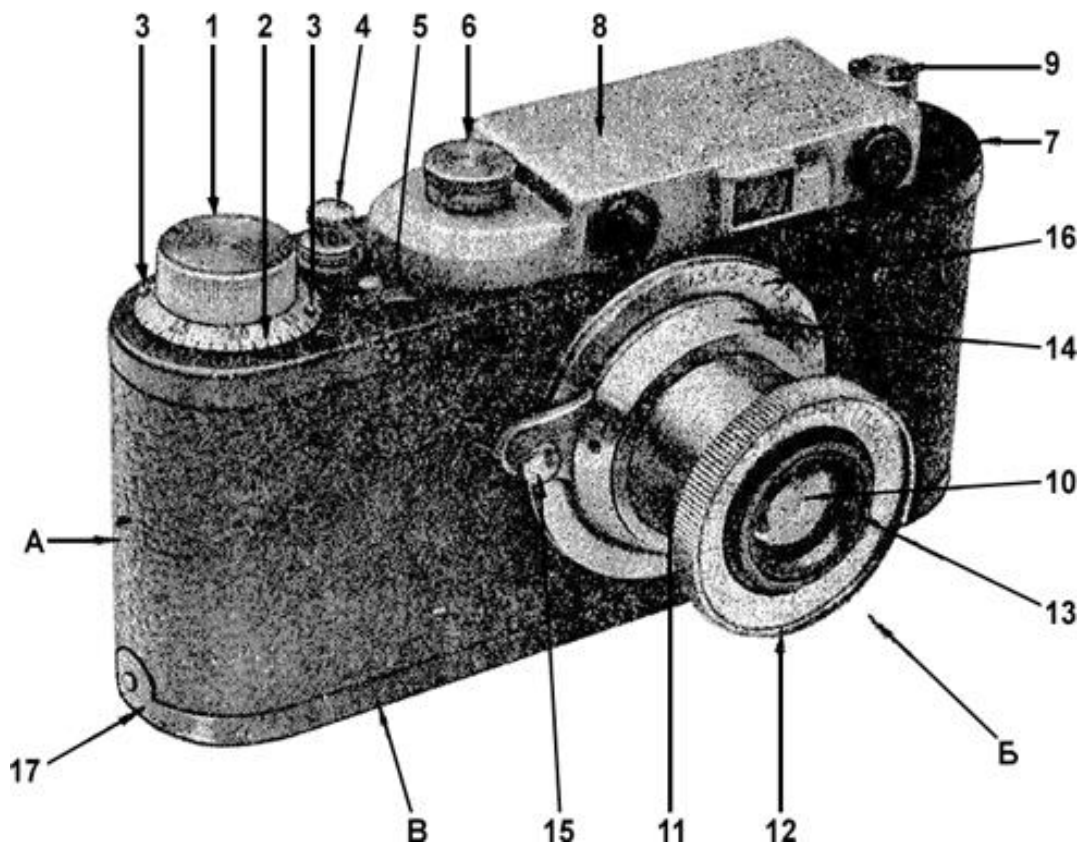
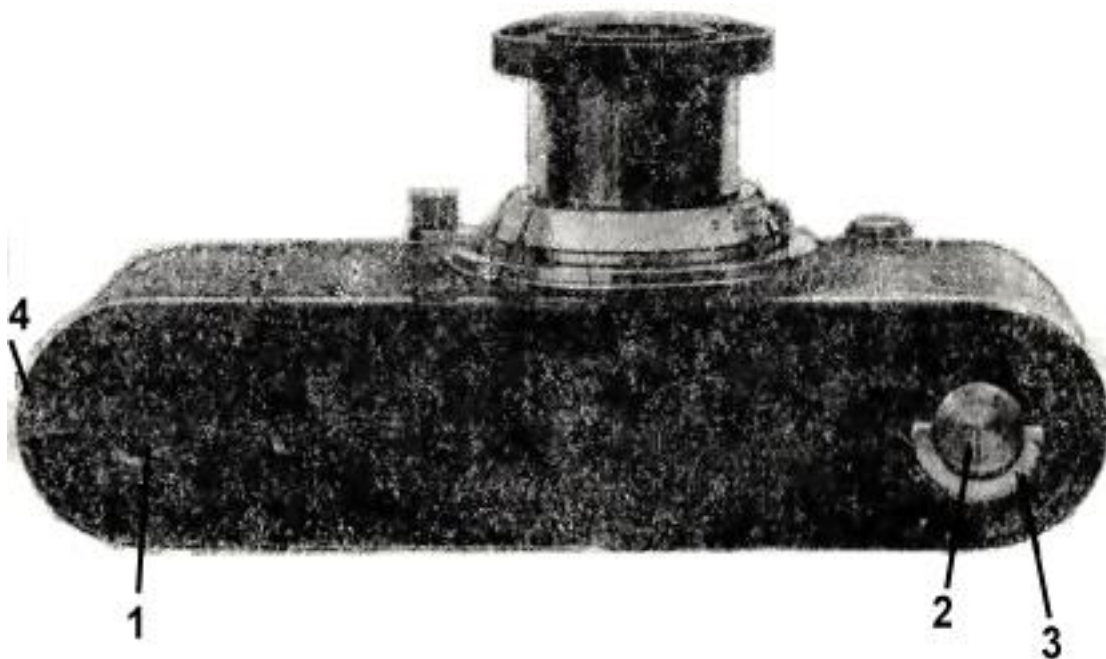

Рис. 2
Рис. 4
*Аппарат* (рис. 2) состоит из корпуса А, объектива Б, нижней съемной крышки В и верхней крышки Г с расположенными на ней: заводной головкой (1), диском счетчика (2), с укрепленными на нем столбиками (3), спусковой кнопкой (4), рычагам обратной перемотки (5), регулятором скоростей затвора (6) коробкой дальномера и видоискателя (8) и головкой обратной перемотки (9).
Нижняя крышка (рис. 4) снабжена углубленной штативной гайкой (1), замком, запирающим крышку (2) с дужкой (3) и язычком с отверстием (17) (рис. 2).
Взяв камеру в левую руку (рис. 5), следует поднять дужку (5) (рис. 4) большим и указательным пальцами правой руки и повернуть ее из положения «закрыто» влево – в положение «открыто». Осторожным движением оттянуть крышку кверху, держа за дужку до выхода штифта на корпус камеры из отверстия в язычке крышки.
В условиях производства съемки на расстояниях ближе 20 м для точной наводки на фокус необходимо воспользоваться дальномером. Дальномер представляет собой систему из двух зеркал, расположенных взаимно (параллельно под углом в  $45^\circ$  к оптической оси объектива. В таком положении зеркал даваемое ими изображение сильно удаленных предметов (одно полное, другое частичное, в виде окрашенного круга) совмещены. Изображение же предметов, расположенных ближе 20 м, в этом случае при рассматривании их в глазок дают sdвоенные контуры (см. рис. 16), для совмещения которых необходимо вывести зеркала из положения взаимной параллельности. Совмещение контуров изображений близко расположенных предметов в дальномере соответствует точной наводке на фокус объектива. Производится указанное совмещение подвижной рычага объектива (15) (рис. 2), с которым связан рычаг подвижного зеркала дальномера.
Диафрагмирование производится передвижением и установкой индекса (13) (рис. 2) против соответствующего деления шкалы, причем изменения диаметров относительных отверстий влекут за собой следующие изменения в экспозициях:
По израсходовании всей пленки, что определяется резким торможением при смене очередного кадра, аппарат нужно разрядить. Эта операция может быть произведена при дневном свете следующим образом: вся выведенная и намотанная на наматывающую катушку пленка должна быть перемотана обратно в кассету. Для этого, взяв аппарат в левую руку, переводят правой рукой рычаг (5) (рис. 2) против часовой стрелки до упора, вытягивают головку (9) в крайне верхнее положение и вращают ее в направлении стрелки до появления ощутительного торможения. Небольшим усилием необходимо преодолеть сопротивление и повернуть головку до момента свободного ее вращения, указывающего, что конец пленки освободился из сцепления с наматывающей катушкой. После этого нужно открыть нижнюю крышку аппарата и извлечь кассету, которую рекомендуется спрятать в футляр или завернуть в темную бумагу и в таком виде хранить ее до проявления.